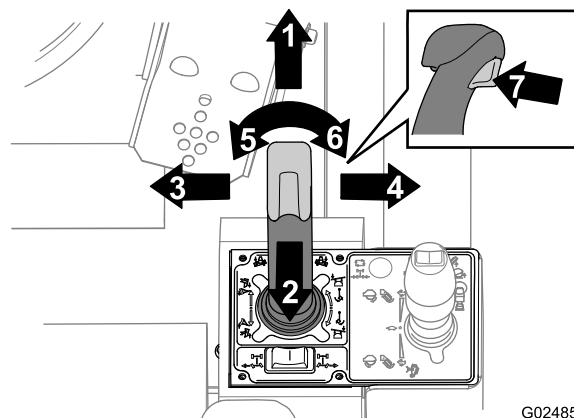
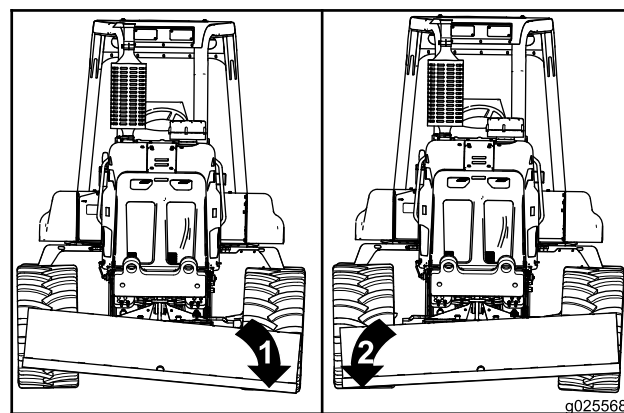
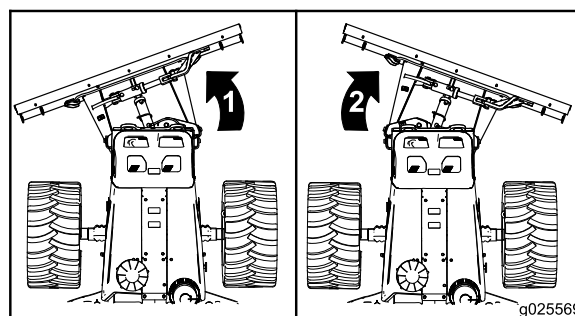

Рисунок 48
Рисунок 51
Рисунок 52
Используйте отвал обратной засыпки, чтобы вернуть вынутый грунт обратно в траншею. Управление отвалом обратной засыпки осуществляется с помощью джойстика отвала обратной засыпки / вибрационного плуга. Используйте джойстик, спусковой механизм и клавишный переключатель, как показано на Рисунок 48.
- Наклон отвала обратной засыпки вниз и влево: Переместите джойстик влево и в направлении к себе (Рисунок 48 и Рисунок 51).
- Наклон отвала обратной засыпки вниз и вправо: Переместите джойстик вправо и от себя (Рисунок 48 и Рисунок 52).
- Угловое смещение отвала обратной засыпки влево: Нажмите левую половину клавишного переключателя (Рисунок 52).
- Угловое смещение отвала обратной засыпки вправо: Нажмите правую половину клавишного переключателя (Рисунок 52).
- Удержание отвала обратной засыпки: держите джойстик в положении «Удержание» («Нейтральное») (Рисунок 48).
- Включение плавающего режима отвала обратной засыпки: нажмите триггер (Рисунок 48).